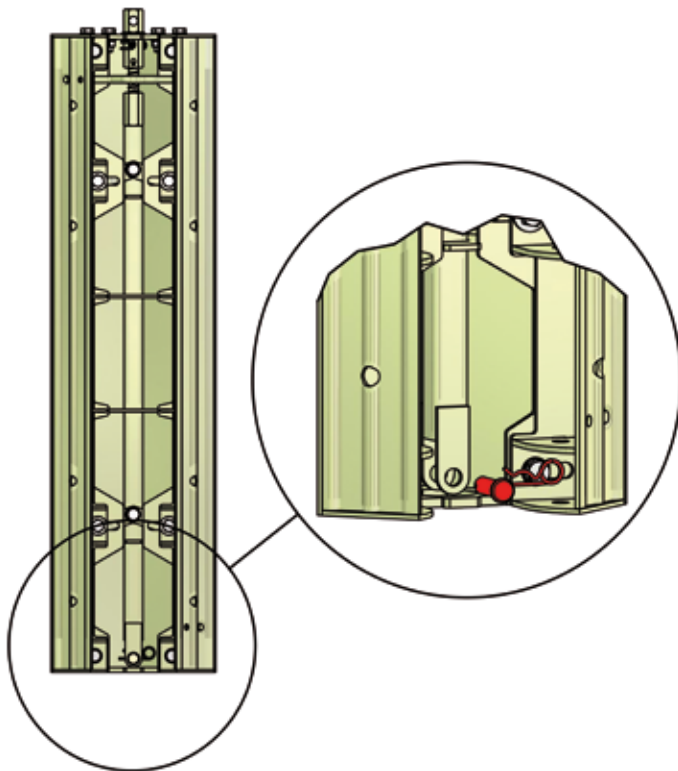

Abb.7
3. An der oberen Ausschalinnecke den Bolzen mit Splint entfernen. (siehe Abb.7)